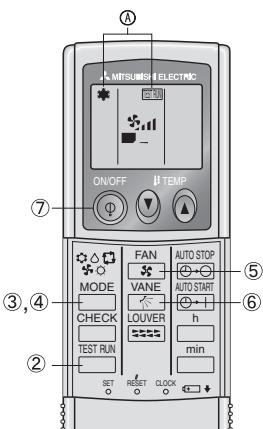

Fig. 7-2
7.2.2. Al usar el controlador remoto inalámbrico (Fig. 7-2)
- ① Encienda la unidad al menos 12 horas antes de la prueba de funcionamiento.
- ② Pulse el botón TEST RUN dos veces seguidas.